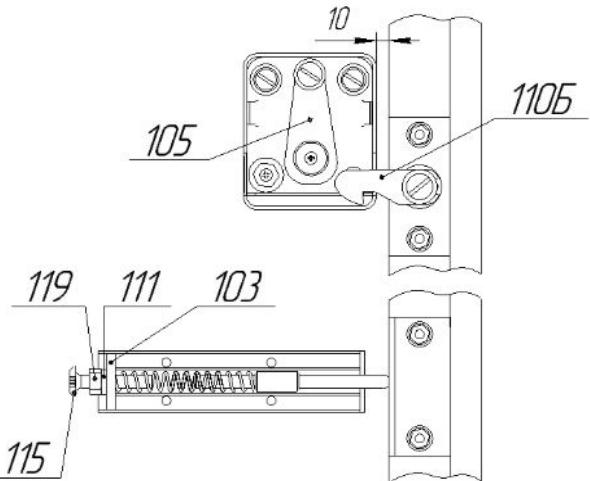

Рис.8
К панели поз.42 присоединить механизм фиксации поз.105, используя винты поз.114, шайбы поз.121 (рис.1.2.3). Присоединить к панели поз.42 толкатель поз. 103, (рис.1.2.4 и рис.8). Для закрепления к коробу использовать винты поз.117. На головки винтов поз.117 установить заглушки поз.120 (рис.1.2.4).
**⚠** 9. Отрегулировать упор, установленный по рис.1.2.4. Для этого поднять раму кровати в вертикальное положение. Надавить на раму в области установленного механизма фиксации поз.105. Вращением винта M8x45 поз.115 добиться, чтобы рама кровати не доходила до касания с механизмом фиксации поз.105 (рис.8) 10мм. Придерживая от вращения винт поз.115, затянуть гайку поз.119 до упора так, чтобы шайба поз.111 оказалась прижата к корпусу толкателя поз.103.
Надавить на верхний угол рамы кровати около механизма фиксации поз.105 до зацепления собачки поз.110Б за механизм фиксации поз.105 (рис.8).